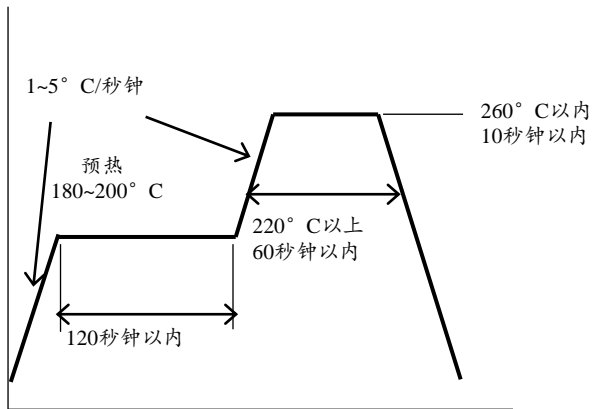

图8. 回流焊推荐条件
- 关于回流焊温度曲线，应该在参考图8的基础上，根据使用的焊料进行设定。